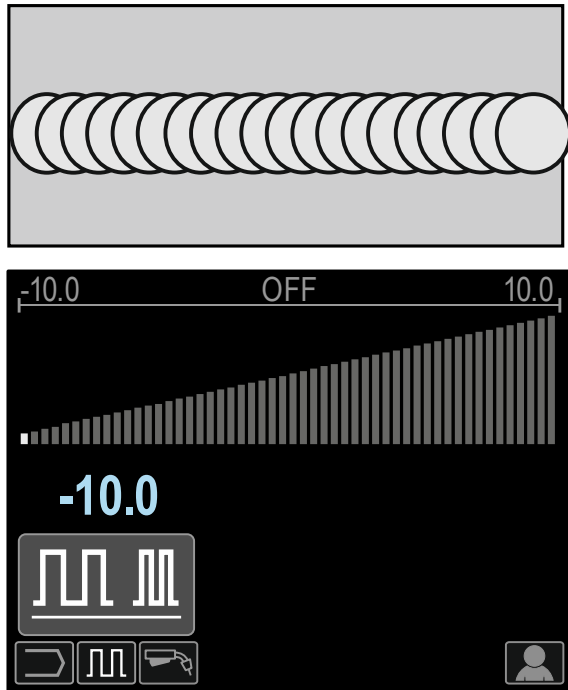

Figura 82
- Frequenza inferiore a di 0,0 – saldatura e spaziatura di ondulatione ampie, velocità di corsa lenta. La Figura 82 illustra la spaziatura di saldatura quando la frequenza è "-10".